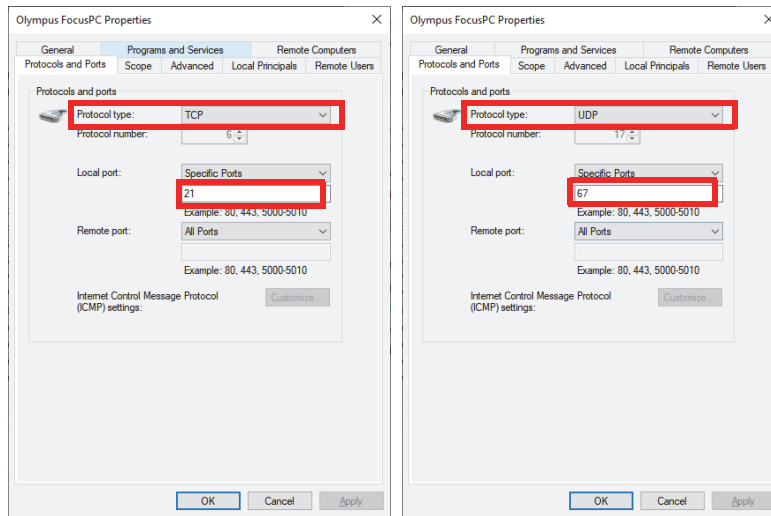
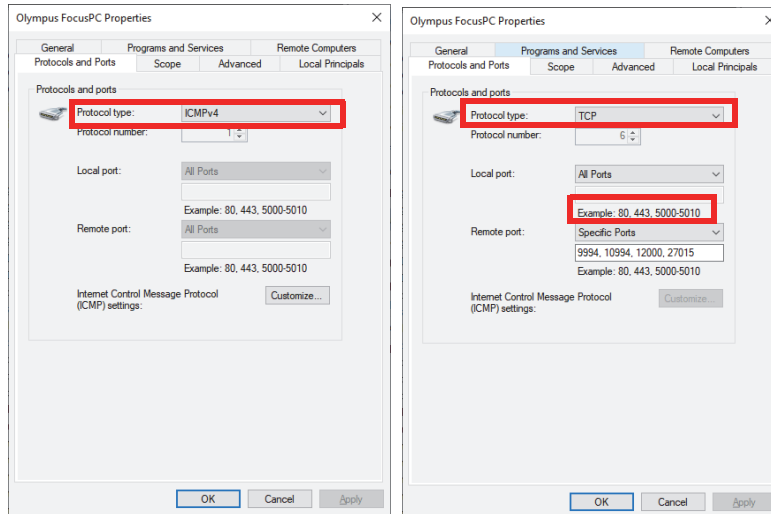
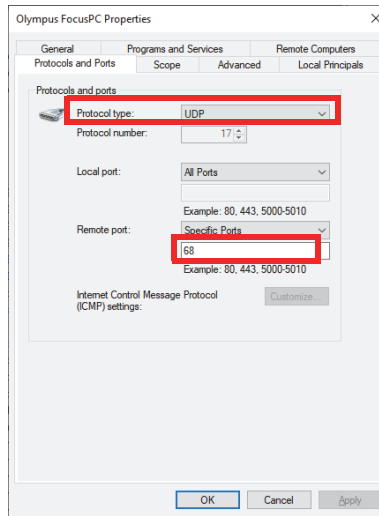

Figura 1-13 Tipo de protocolo: regla de entrada TCP 21 y UDP 67
Figura 1-14 Tipo de protocolo: regla de salida ICMPv4 y TCP
Figura 1-15 Tipo de protocolo: regla de salida UDP 68
7. Configure el puerto con los parámetros mostrados en la Figura 1-13 en la página 37, la Figura 1-14 en la página 37 y la Figura 1-15 en la página 38.